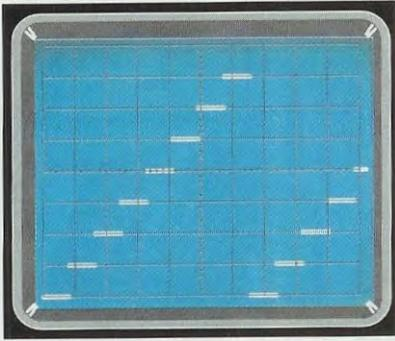

Fig.22 Come abbiamo già accennato, il cursore del trimmer R11 va tarato in modo da ottenere sullo schermo 7 gradini distanziati esattamente da 1 quadretto.
Questo trimmer serve per variare l'ampiezza della **rampa a gradini** in modo da ottenere sul terminale **TP1** un segnale di **7 volt** di ampiezza, corrispondente a **7 quadretti** come visibile in fig.22.
Fig.25 Per ottenere sullo schermo del vostro oscilloscopio una completa rampa a gradini, come quella visibile in fig.22, portate il commutatore della base dei tempi, contrassegnato dalla scritta TIME/DIV., sulla posizione 5 mS (corrispondenti a 5 millisecondi), come evidenziato in figura.
– Ora ruotate il cursore del trimmer R11 fino a quando l'ampiezza della rampa, e quindi la distanza tra il primo e l'ultimo trattino, non sarà uguale a 7 quadretti (vedi fig.22).